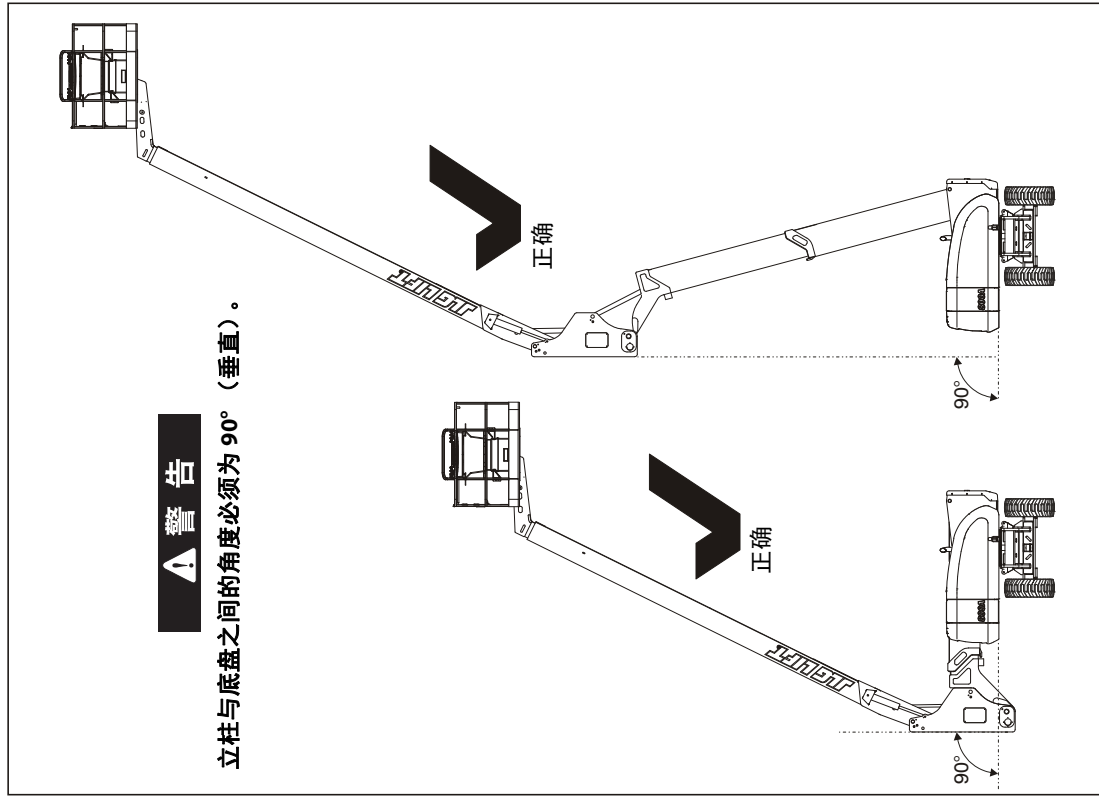
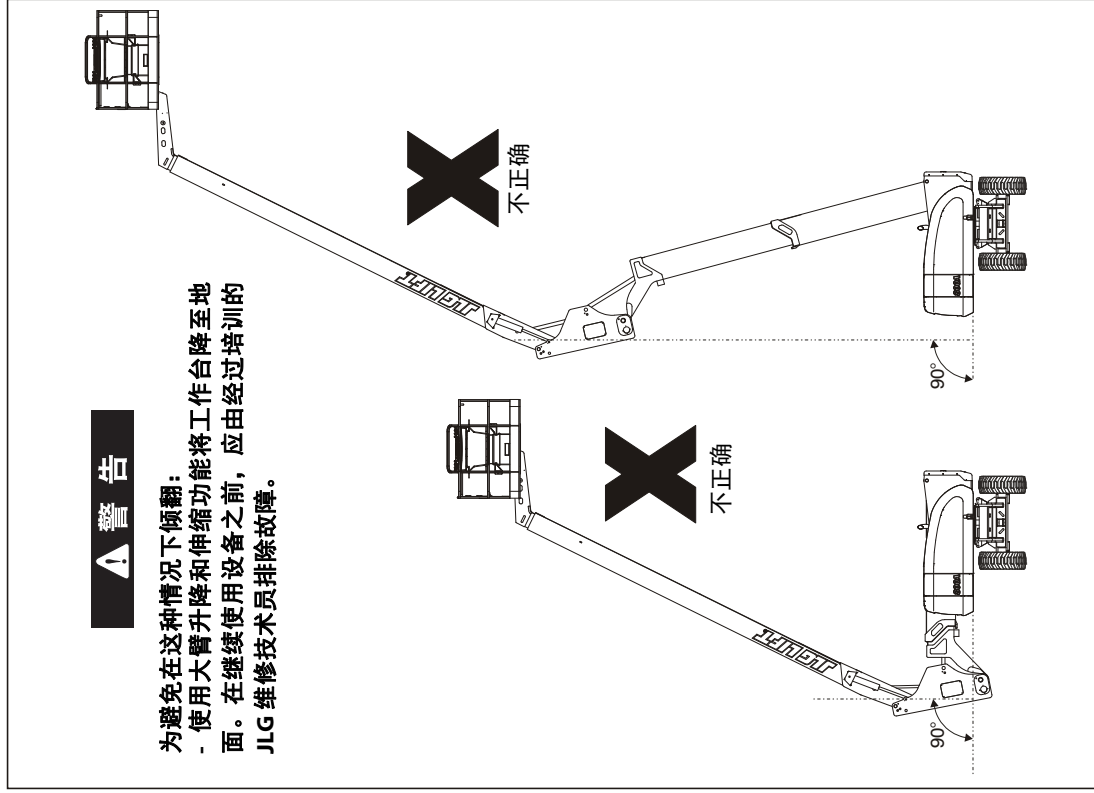

图 2-7. 大臂立柱定位 - 正确
图 2-8. 大臂立柱定位 - 不正确
23. 立柱 - 在垂直位置，相对于底盘。请参阅图 2-7. 和图 2-8.。如果失准，在依照第 4.16 章同步立柱之前请不要使用设备。
- c. 将塔基臂抬升到水平面以上大约 40 度，然后再将塔臂降回水平位置以下。升降塔臂总成时，观察立柱的位置。确保立柱仍与底盘保持垂直。参阅图 2-7. 和图 2-8.